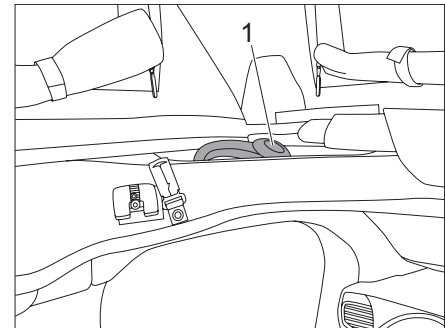

Bild 40 Schwanenhalsleuchte (Sonderausstattung) verstauen
- ▶ Schwanhalsleuchte (Sonderausstattung) (Bild 40,1) so knicken, dass sie in der Mulde über dem Fahrersitz Platz findet. Die Schwanhalsleuchte darf nicht über die Mulde ragen bzw. auf der GFK-Fläche liegen.